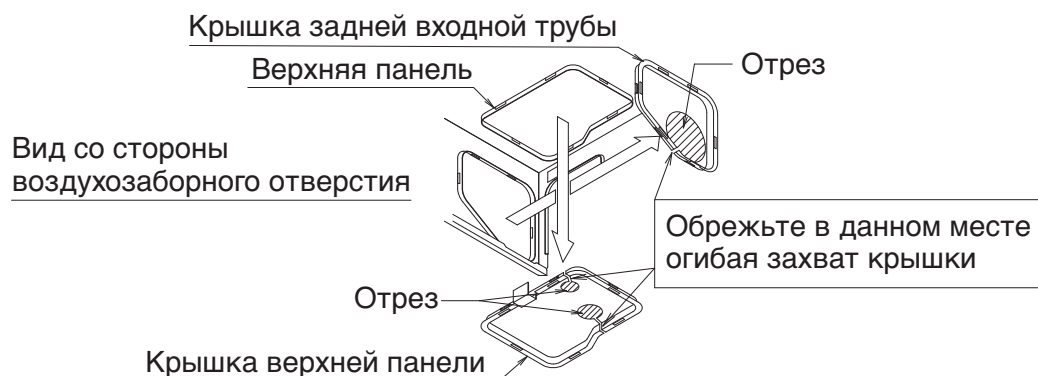
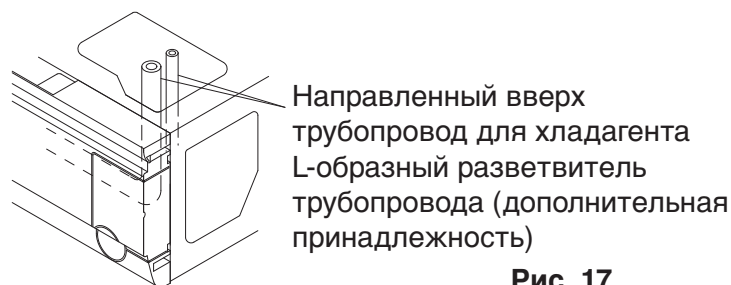
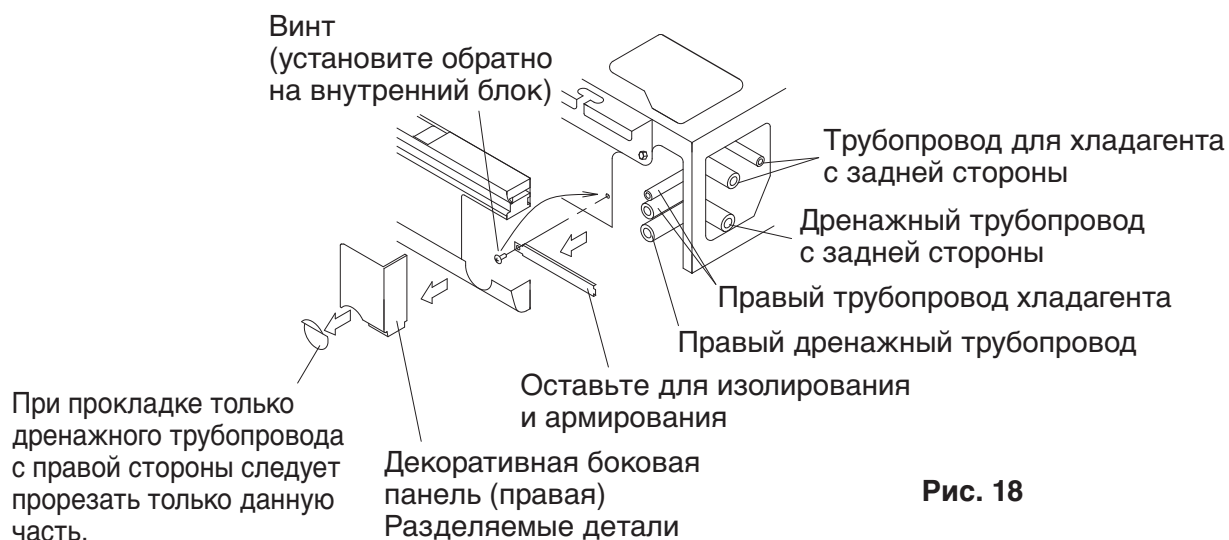
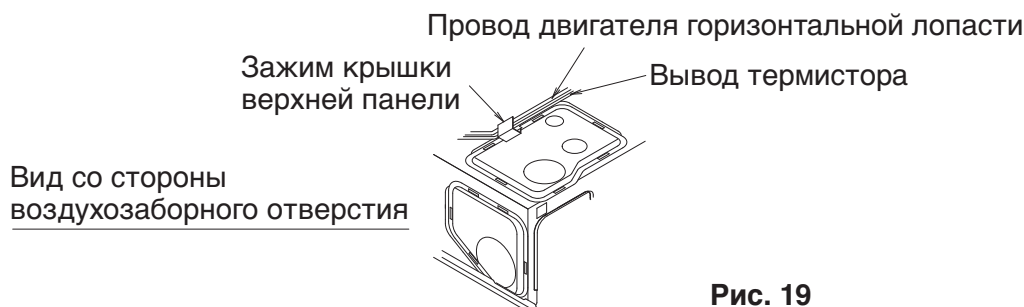

Рис. 16
Рис. 17
Рис. 18
Рис. 19
(См. рис. 18)
(1) Для задней стороны трубопровода
- Снимите заднюю крышку для доступа к трубопроводу и подсоедините патрубок. (См. рис. 16 и рис. 18)
(2) Для верхнего трубопровода
- Снимите крышку для доступа к верхней панели и подсоедините трубопровод с помощью Г-образного переходника (опция). (См. рис. 16 и рис. 17)
(3) Для трубопровода на правой стороне
- Удалите остатки упаковочного материала (в т.ч армирование) с правой стороны и установите винт обратно в отверстие на блоке. (См. рис. 18)
- Прорежьте выбивное отверстие в декоративной боковой панели (правой) и подсоедините трубопровод. (См. рис. 18)
Также, что касается крышки верхней панели, которая была снята ранее, проденьте провод электродвигателя горизонтальной заслонки и вывод термистора через зажим на крышке верхней панели и зафиксируйте их. **(См. рис. 16 и рис. 19)**
(1) Выполните установку дренажного трубопровода.
- Дренажный трубопровод допускается подсоединять следующим образом: Для правой задней/правой стороны см. **рис. 18** в разделе “6. РАБОТЫ С ТРУБОПРОВОДОМ ХЛАДАГЕНТА” а для левой задней/левой стороны см. **рис. 21**.